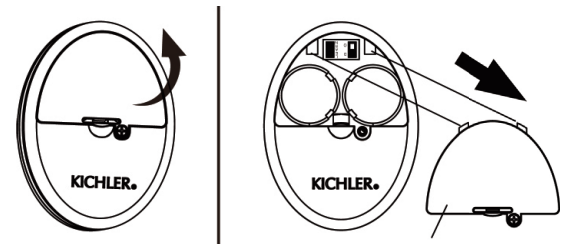

Figura 28
**Paso 1.** Con un destornillador, quite la tapa de la batería del control remoto y guarde el tornillo para usarlo más adelante. (Figura 28)